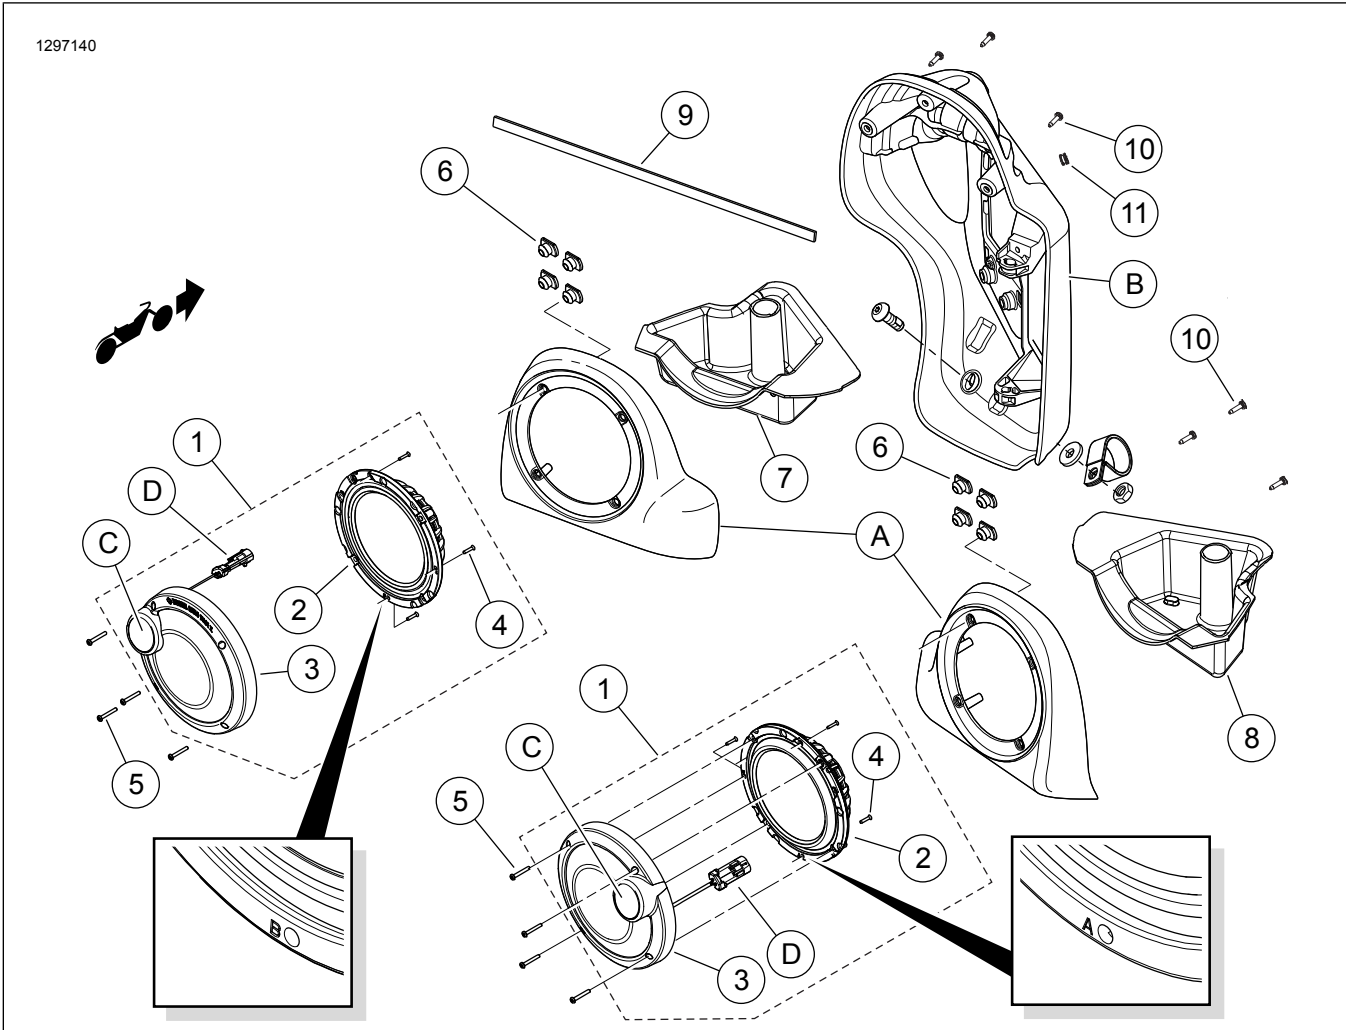

Figura 12. Piezas de servicio, Kit de altavoces Boom! Audio Stage II para fuselajes inferiores
18. Ver Figura 12 . Separa la arandela aislante dividida (11). Instale la arandela aislante alrededor de la porción del arnés. Instale dentro del agujero perforado en el fuselaje.
22. Ver Figura 12 . Conecte los conectores de los cables del altavoz, dentro de la caja del altavoz, a los terminales de paleta en la parte trasera del woofer **nuevo**. Los contactos de paleta de tamaño diferente impiden un armado incorrecto.
23. Conecte el conector de dos vías del audio del arnés del amplificador al conector de rango medio y del tweeter (D).
24. Gire el conjunto del altavoz (1) de manera que el tweeter (C) quede 45 grados hacia fuera de la parte superior.
25. Instale el conjunto del altavoz en la caja del altavoz con los cuatro tornillos (5) del kit.